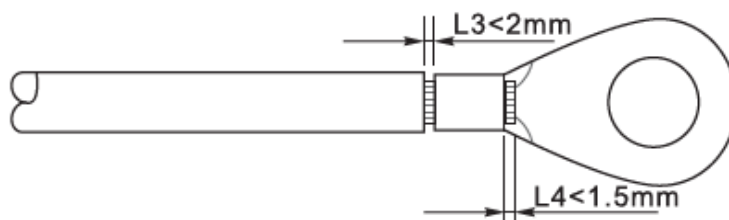

Figure 10 - Préparation du câble de terre (2)
- 1) Insérer les fils nus dans la borne OT et les sertir à l'aide d'un outil de sertissage, comme illustré à la Figure 10.